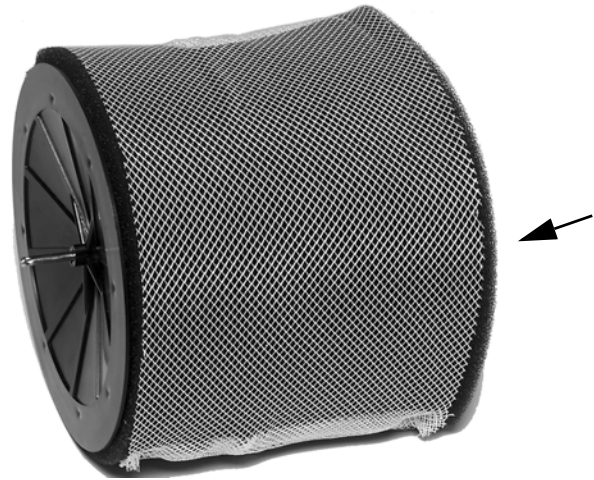

Fig. 18. Installation du tampon évaporateur.
3. Glisser le tampon évaporateur par-dessus les tiges de l'extrémité fermée. Voir la figure 18.